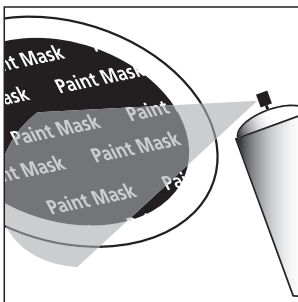

FIGURE 7
1. Apply paint to exposed unmasked parts. Use two or more thin coats. Spray painting is recommended [figure 7].
1. Appliquez deux minces couches de peinture (ou plus) aux pièces non masquées. Il est recommandé de vaporiser le cadre de peinture [figure 7].